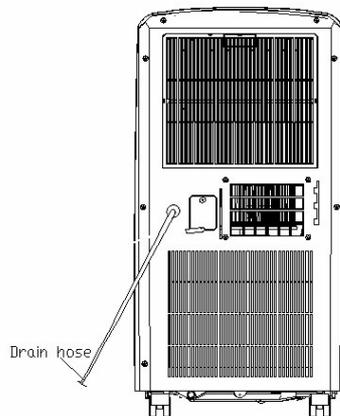

Figure 6
- Comme le montre la Figure 6, connectez la pompe à eau au tuyau de vidange